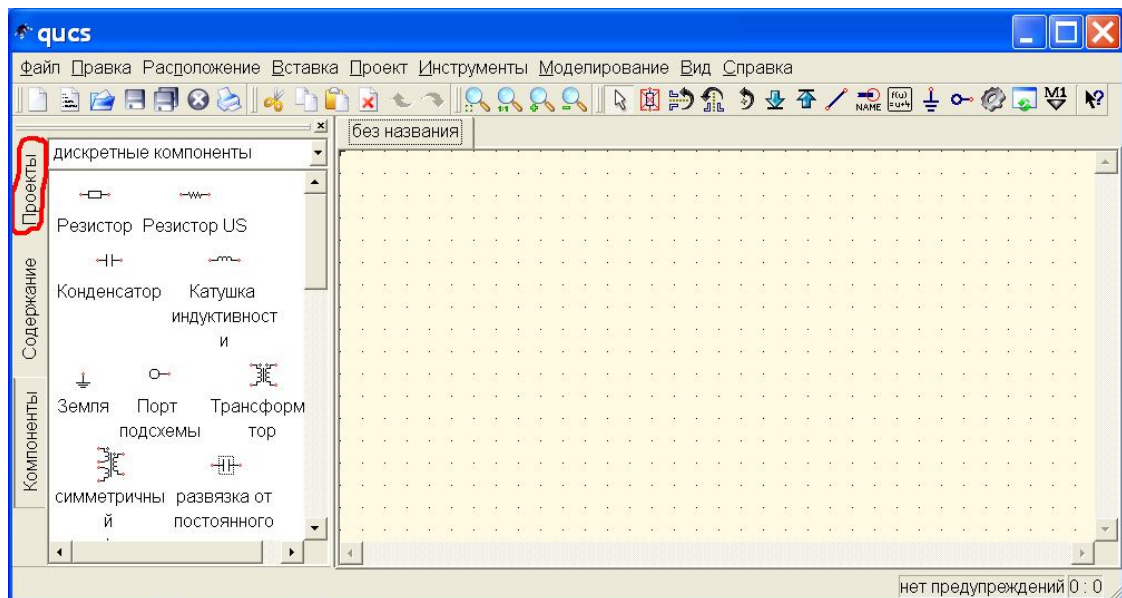

Рис. 3
1. Запустить программу. На рис. 3 показано ее рабочее окно.